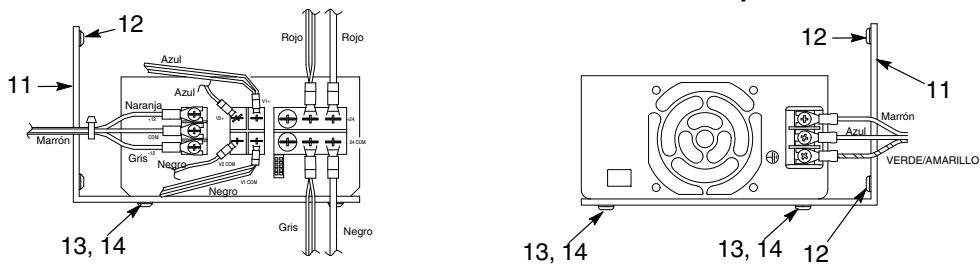

Figura 2 Subpanel del armario principal iControl con fuente de alimentación nueva
Ver la figura 2. Utilizar el kit de fuente de alimentación iControl para instalar una fuente de alimentación nueva y un cableado nuevo.
1. Montar el soporte nuevo (11) en el subpanel, utilizando los tornillos M4 x 12 (12) guardados al retirar la fuente de alimentación.
2. Conectar el cableado de tensión CA nuevo (8) a los terminales de entrada CA (6), al bloque de terminales (9) y a la unidad de conexión a tierra (7). Tener en cuenta los colores de los cables, según se muestra en la figura 2.
3. Conectar el cableado de tensión CC (4) a los terminales de la fuente de alimentación (5B y 5C) y al colector P1 (2) en el panel posterior (1).
4. Conectar el cableado de flujo digital (3) a los terminales de la fuente de alimentación (5A y 5B).
5. Montar la fuente de alimentación nueva (10) en el soporte (11), con la etiqueta mirando hacia arriba y las conexiones del cableado de tensión CA (6) en el lado derecho.
6. Utilizar los tornillos M4 x 6 (12) y las arandelas (13) para fijar la fuente de alimentación (10) al soporte (11).